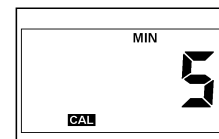
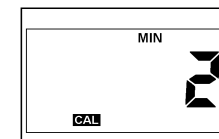

图 2-13
图 2-14
**MIN** 方式的暂停时间在 1~5 秒范围内可调。仪器在 **MIN** 方式时，按 **CAL/ON** 键显示以秒为单位的当前暂停时间设定(图 2-13)。用 **↑** 或 **↓** 键选择新的设置(图 2-14)。